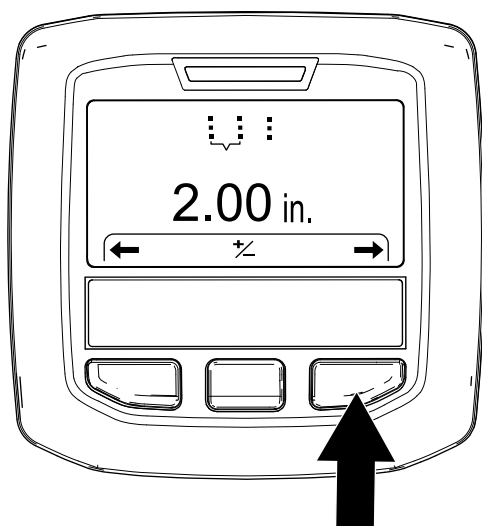

图 48
4. 按右侧 InfoCenter 信息中心按钮可显示“设置打孔间距”屏幕图 48。
5. 按右侧 InfoCenter 信息中心按钮可显示“设置打孔针直径”屏幕图 48。